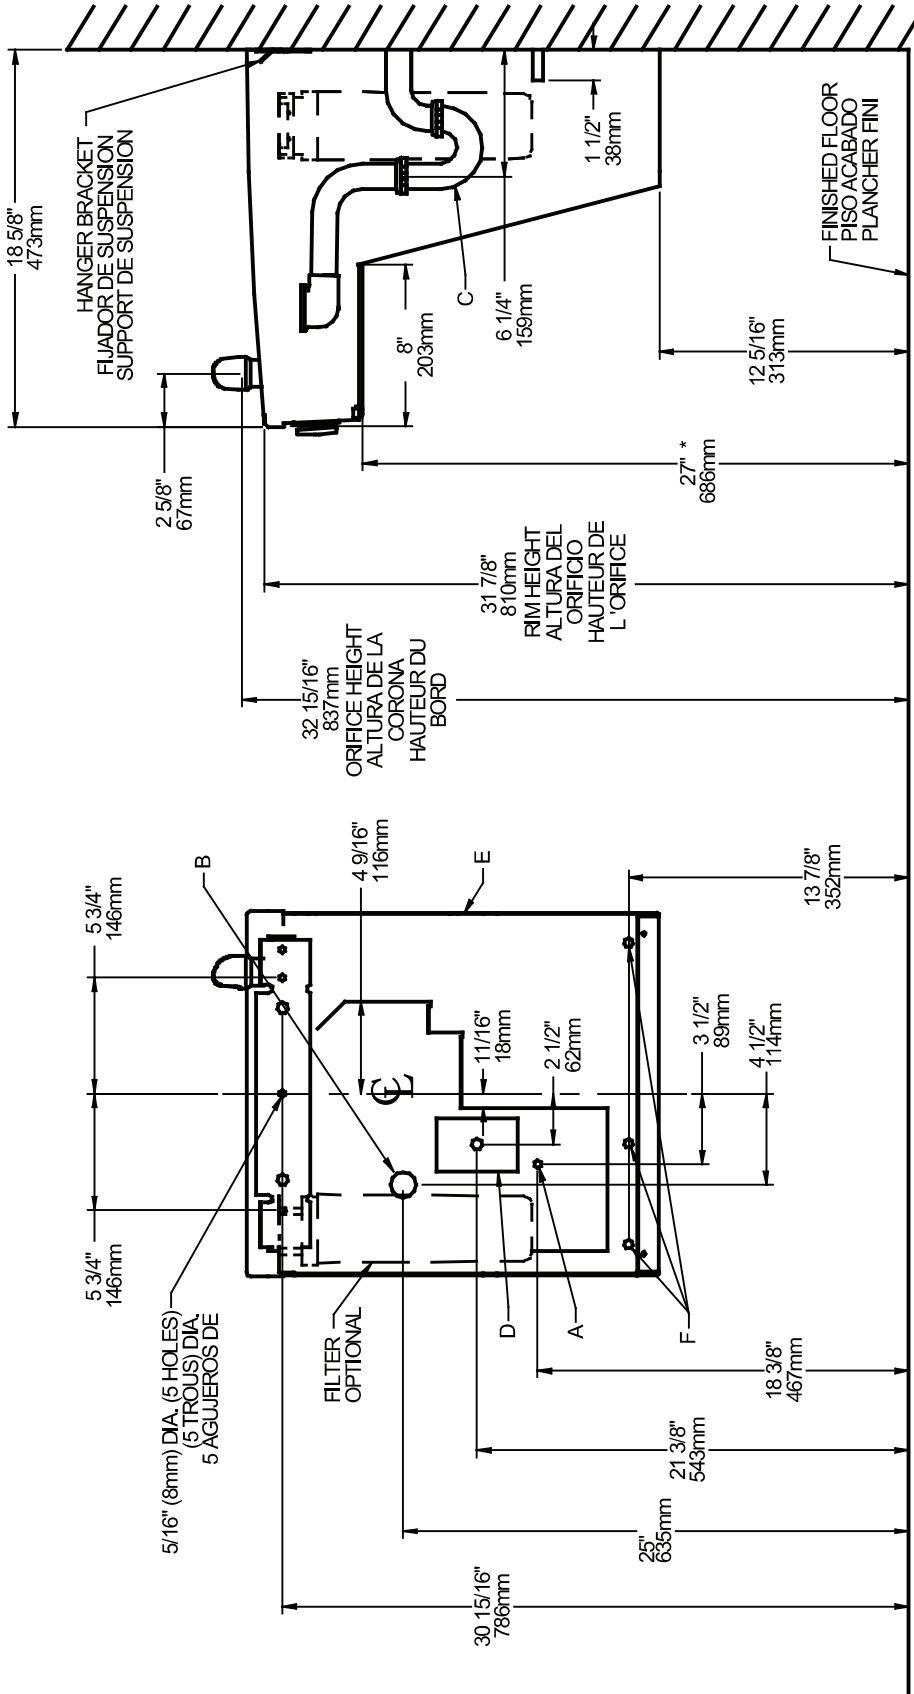

Fig. 2
- 1) Remove hanger bracket fastened to back of cooler by removing one (1) screw.
- 2) Mount the hanger bracket and trap as shown in Figure 2.
- 4) Hang the cooler on the hanger bracket. Be certain the hanger bracket is engaged properly in the slots on the cooler back as shown in Figure 2.
- 5) Loosen the two (2) screws holding the lower front panel at the bottom of cooler base and two (2) screws at the top (**Use torx bits sold separately**). Remove the front panel and set aside.
- 7) Remove the slip nut and gasket from the trap and install them on the cooler waste line making sure that the end of the waste line fits into the trap. Assemble the slip nut and gasket to the trap and tighten securely. Recommend fastening cooler to wall using 5/16 bolt holes, (see fig.2, "F").
- 1) Quite el fijador de suspensión sujetos a la parte posterior del enfriador quitando un (1) tornillo.
- 2) Monte el fijador de suspensión y quite el purgador como se muestra en la Fig.2.
- 5) Afloje los dos (2) tornillos que sostienen la parte inferior del panel en la parte inferior de la base del enfriador y los dos (2) tornillos en la parte superior (**Utilice los pedacitos torx vendidos por separado**). Quite el panel frontal y póngalo a un lado.
- 7) Saque la tuerca deslizante y empaquetadura del colector e instálelos en la manquera de residuos de la nevera, asegurándose que el extremo de la manquera encaje en el colector. Coloque la tuerca deslizante y la empaquetadura en el colector y apriete firmemente. Recomendamos el refrigerador de la cerradura para emparedar usando 5/16" agujeros de perno, (véase fig. 2, "F").
- 1) Retirez le support de suspension à l'arrière du refroidisseur en enlevant une (1) vis.
- 2) Installez le support et le siphon tel qu'indiqué à la fig. 2.
- 4) Installez le refroidisseur sur le support en vous assurant que ceux-ci sont bien installés dans les fentes à l'arrière du refroidisseur tel qu'indiqué à la figure 2.
- 5) Dégagez les deux (2) vis retenant le panneau inférieur avant au bas de la base du refroidisseur ainsi que deux (2) vis sur le dessus (**Employez le peu Torx vendu séparément**). Retirez le panneau avant et mettez-le de côté.
- 7) Retirez l'écrou coulissant et le joint du siphon et les installer sur la conduite de vidange de la fontaine en s'assurant que l'extrémité de la conduite de vidange s'ajuste dans le siphon. Assembler l'écrou coulissant et le joint sur le siphon et serrer fermement. Recommandez le refroidisseur d'attache pour murer utilisant 5/16" ; trous de boulon, (voir la fig. 2, " ; F" ;).